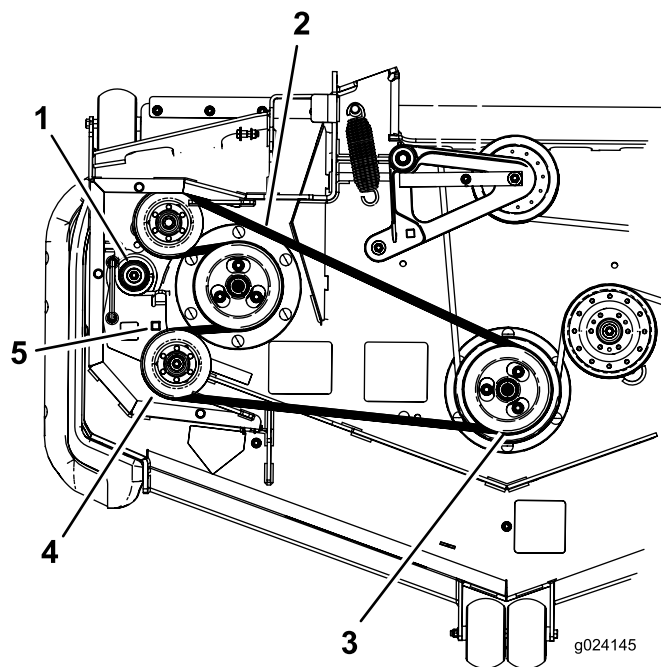

Figura 77
7. Utilice una llave de carraca en el taladro cuadrado del brazo tensor para aliviar la tensión del muelle tensor (Figura 77).
8. Retire la correa de la polea de la carcasa de corte (Figura 77).
9. Retire la correa de las poleas restantes (Figura 77).
10. Utilizando la llave de carraca en el taladro cuadrado, instale la correa nueva alrededor de las poleas del cortacésped y las poleas tensoras (Figura 77).